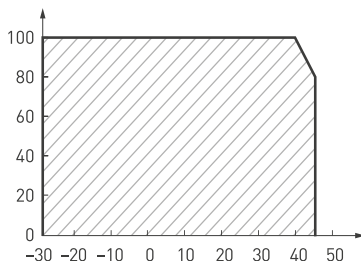

Рис. 2. Максимальная допустимая нагрузка, % от мощности источника
- температура окружающего воздуха от -10 до $+40$ °С, см. график зависимости максимально допустимой нагрузки на источник питания от температуры окружающей среды на рис. 2;
- 4.2. Не нагружайте источник питания более чем на 80% от его максимальной мощности. Учитывайте, что с повышением температуры окружающей среды максимальная мощность источника питания снижается, см. график зависимости на рис. 2.